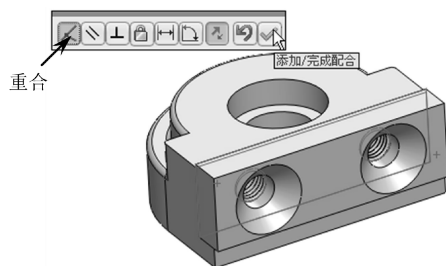

图 7-44 零部件的重合配合
- 07 接着在钳口板和活动钳口零部件上各选择一个面作为要配合的实体, 随后钳口板自动与活动钳口完成【重合】配合, 在【标准配合】选项卡中单击【添加/完成配合】按钮, 完成配合, 如图 7-44 所示。